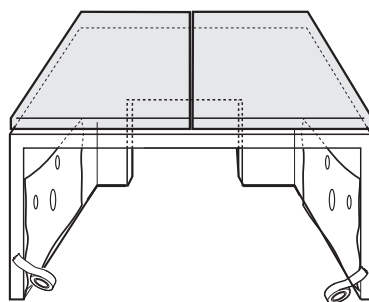

Fig. 3
3. Plasser medfølgende hullskjema først til høyre og deretter til venstre (Fig. 3) og lag hull som vist (3 blindhull, 2 på Ø 2 mm, 1 på Ø 5 mm).